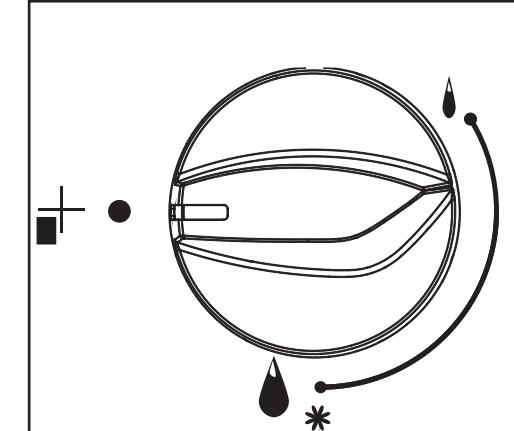

Fig. 01
- Follow the diagram (Fig. 01).
Positionnez la manette sur le repère qui convient à la cuisson souhaitée (Fig. 01) (voir tableau des cuissons en fin de notice). Le voyant de mise sous tension du foyer s'allume.